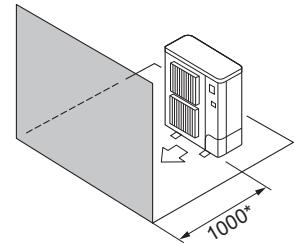

Fig. 2-6
④ Окружающие предметы - только спереди (Fig. 2-6)